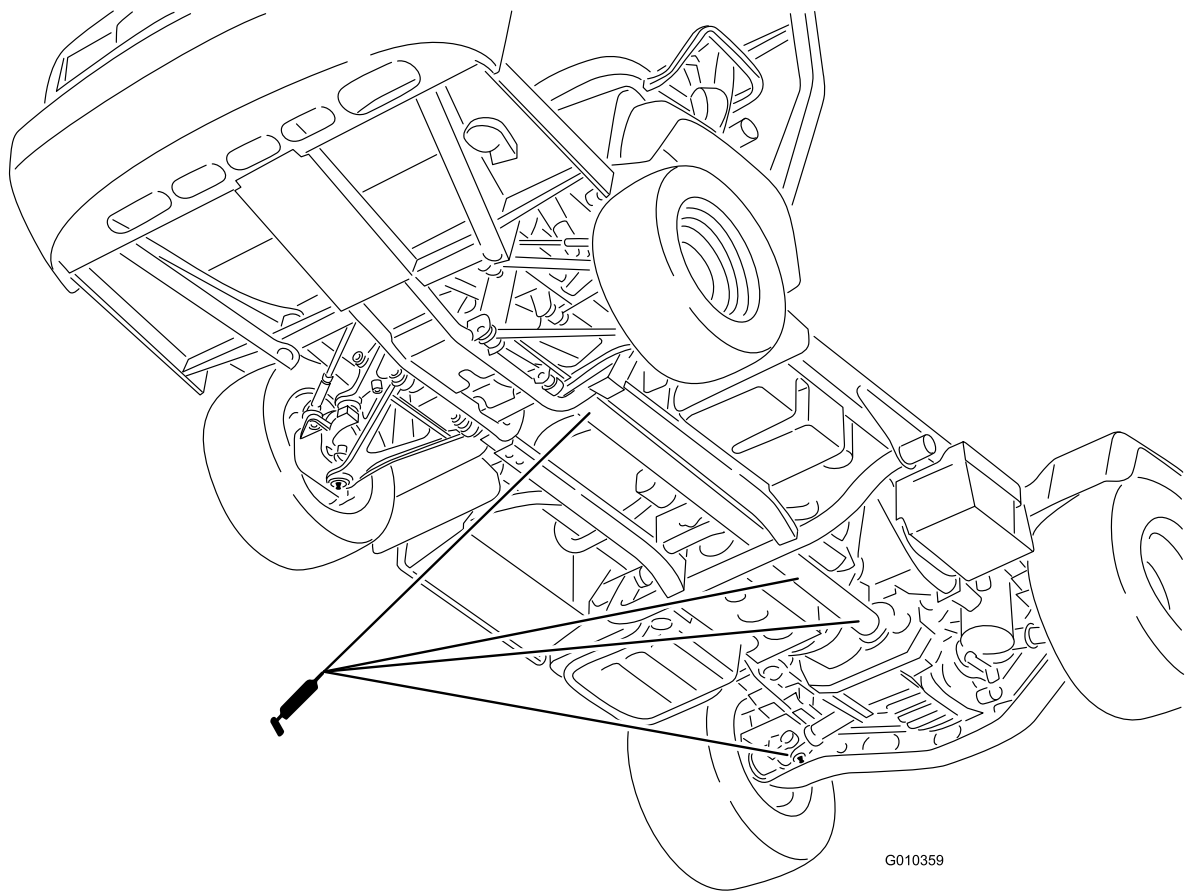

Figura 32
- **Juntas em U (18);** consulte Figura 32
- **Eixo da tração às 4 rodas (3);** consulte Figura 32